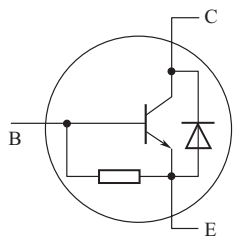

图 1-2 带阻尼的三极管
(1) 基本结构。带阻尼的三极管的集电极与发射极间有一只二极管，并且在基极与发射极间还连接着阻值较小电阻，起保护作用，其内部结构如图 1-2 所示。
(2) 引脚判别方法。
①确定集电极 C。使用指针式万用表的 $R \times 1$ 档。检测出正反向电阻均较小的两个电极，这两个电极分别为基极 B 和发射极 E，另外一个电极为集电极 C。
②确定基极 B 和发射极 E。黑表笔触及集电极 C，红表笔分别触及另外两个电极，两次测量中，其中有一次测得的阻值较大，此次测量时红表笔触及的电极为基极 B，另外一个电极为发射极 E。